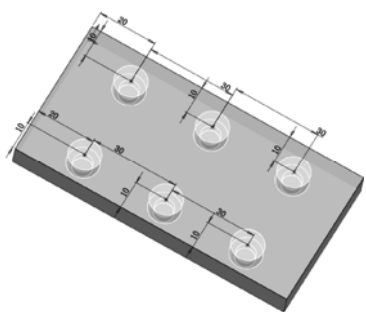

图 5-109 标注孔位置
- (7) 选择菜单栏中的“工具”→“标注尺寸”→“智能尺寸”命令，标注添加 4 个点的定位尺寸，如图 5-109 所示。